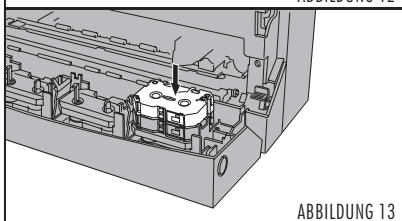

ABBILDUNG 13
5. Um eine zweite Kassette in diese Halterung zu setzen, legen Sie diese lediglich auf die erste und drücken sie vorsichtig herunter, bis diese ebenfalls fest sitzt (Abb. 13).